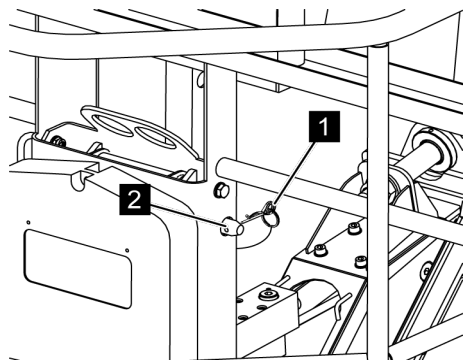

Fig. 71: Retirer la goupille fendue à ressort
4. → Retirer la goupille fendue à ressort (Voir la Fig. 71/1) de la cheville de verrouillage (Voir la Fig. 71/2).